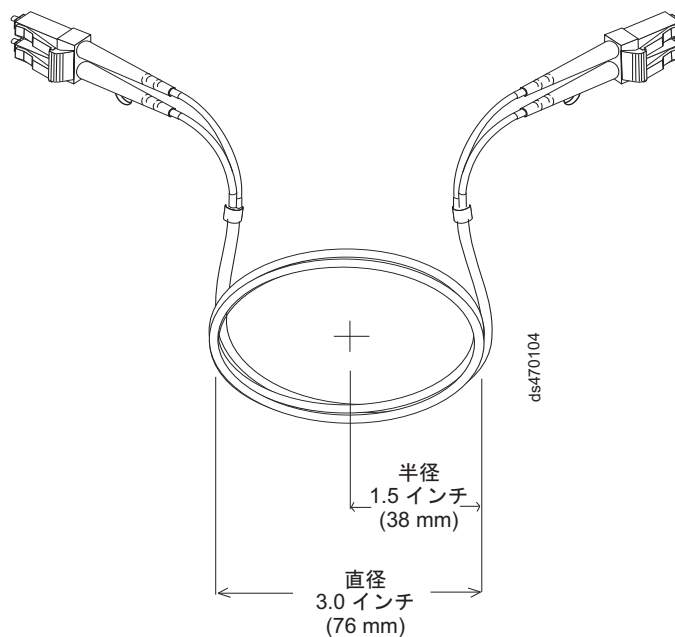

図 24. 光ファイバー・ケーブルの曲げおよびループに関する仕様
- 余分な、または未使用の光ファイバー・ケーブルを保管するときは、ケーブルを直径 76 mm (3 インチ) 未満または半径 38 mm (1.5 インチ) 未満に曲げないでください。また、ケーブルを折り返さないでください。58 ページの図 24 を参照してください。